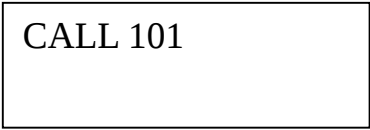

图 14
- (1) 显示图 5 或图 6 时，按“呼叫”键，显示图 14。
- (2) 用“△ / ▽”键修改要呼叫的地址。显示屏中显示的“1**”代表单站地址，“3**”代表网地址，“900”代表全呼地址。